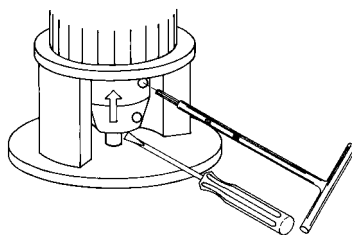

Rys. 16 Podnoszenie sprzęgła i wału pompy
3. Podnieść sprzęgło i wał pompy najwyżej jak to możliwe (w kierunku silnika) za pomocą wkrętaka lub podobnego narzędzia tak, aby wały pompy i silnika stykały się. Patrz rys. 16.